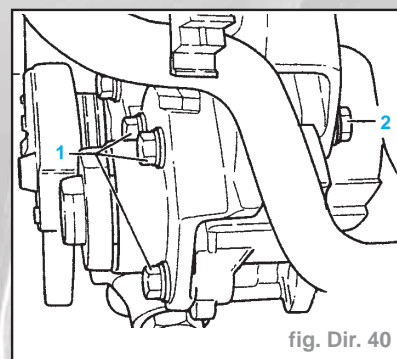

fig. Dir. 40
- Dévisser les vis six pans (1) et (2) (fig. Dir. 40).